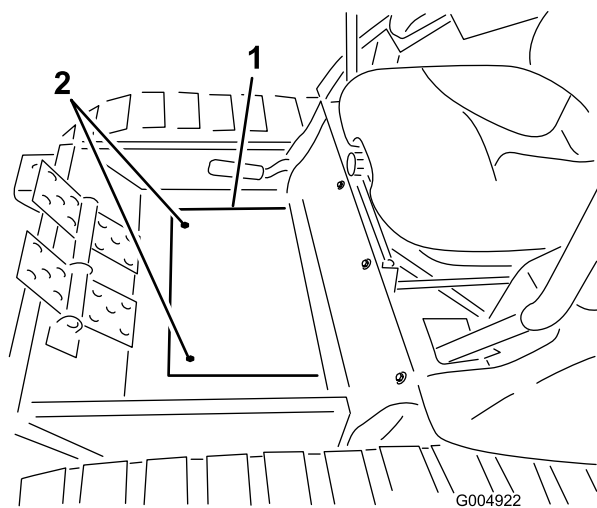

Figura 123
53. Instale a cobertura da chapa do piso da estrutura de inverno no piso com os parafusos anteriormente retirados (Figura 123).